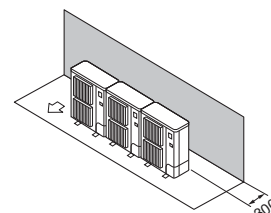

Fig. 3-11
- ① Enbart hinder på baksidan (Fig. 3-11)